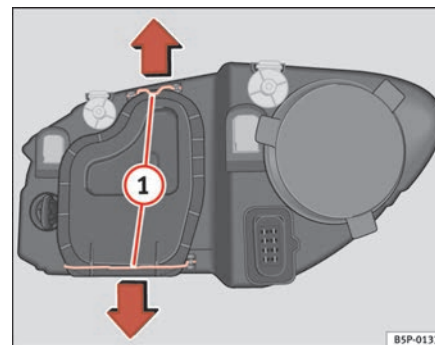

Fig. 182 Luz de cruce
- Desplace los tirantes ⇒ página 273, fig. 182 ① en el sentido de la flecha y saque la tapa.